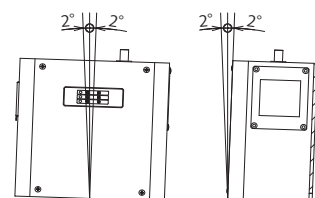

図 3
- 前後左右とも傾きがないよう(±2°以下)に、水準器などで確認してください。(図 3)